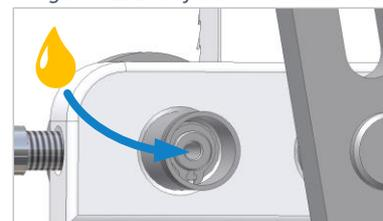

Figura 42: Lubrificação do rolo traseiro
- Desapertar a tampa de vedação do rolamento do rolo traseiro (ver ⇒ Figura 42).